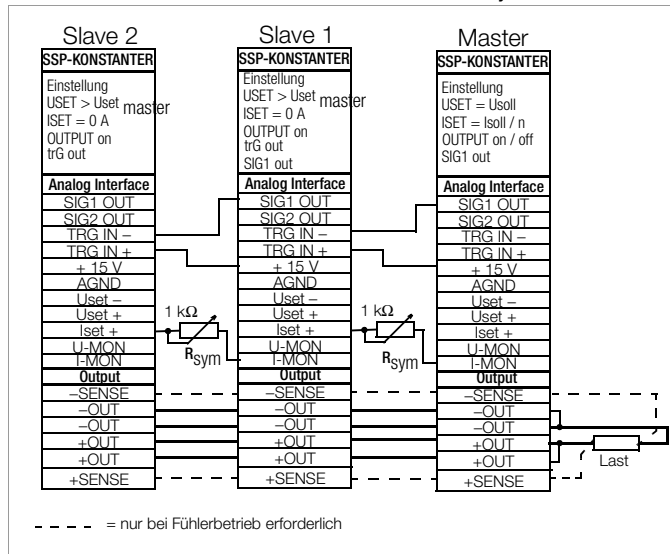

Bild 5.9.2 Verdrahtung für Master-Slave-Parallelschaltung
- Verkoppeln** Sie **Master-** und **Slave**-Gerät(e) wie in Bild 5.9.2 dargestellt.